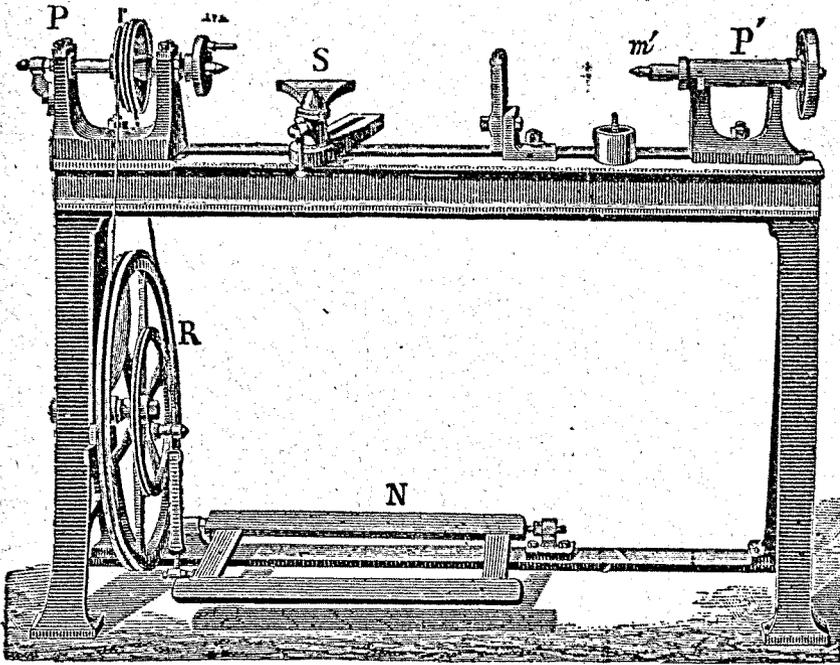

Fig. 124. — Tour ordinaire.
**Tours.** — Le *tour* (fig. 124) est une machine qui sert à la fabrication et au façonnage des pièces de révolution : cylindres, cônes, sphères, etc... Il se compose, dans les cas les plus ordinaires, d'une sorte de table ou banc et de deux *poupées* P, P'. La poupée P, à la gauche du tour, est fixe; l'autre peut se déplacer sur le banc. La poupée fixe porte un arbre rotatif sur lequel est calée une poulie *p*, se terminant par un *plateau* M destiné à porter et à entraîner la pièce à *tourner*. L'autre ne porte qu'un pivot *m'*, appelé